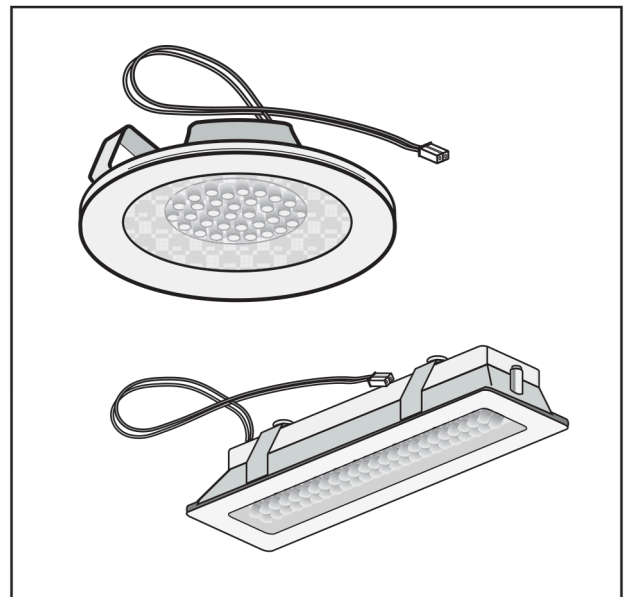

Fig.20
- **Byte av LED-lamporna (Fig.20):** Om din apparat är försedd med LED-lampor är det nödvändigt att kontakta en specialiserad tekniker när de behöver bytas ut.